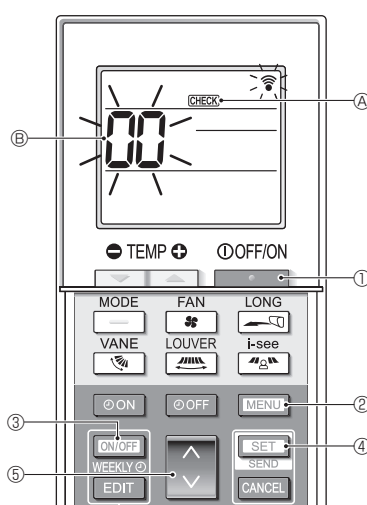

Fig. 7-6
7.3.2. Бездротовий пульт дистанційного керування (Fig. 7-6)
- Натисніть кнопку [ON/OFF WEEKLY] ① для зупинки кондиціонера.
- Якщо ввімкнено тижневий таймер (увімкнено режим **WEEKLY**), натисніть кнопку [ON/OFF WEEKLY] ③, щоб його вимкнути (режим **WEEKLY** вимкнено).
- Натисніть і тримайте кнопку [MENU] ② протягом 5 секунд.
- З'являється напис **CHECK** ④, і блок переходить у режим самодіагностики.
- Натисніть кнопку [FAN] ⑤, щоб вибрати адресу холодоагенту (адресу M-NET) ⑥ внутрішнього блока, для якого потрібно виконати самодіагностику.
- Натисніть кнопку [SET] ⑦.
- Натисніть кнопку [ON/OFF WEEKLY] ①.
- Зникають напис **CHECK** ④ і адреса холодоагенту (адреса M-NET) ⑥ — самодіагностика завершено.